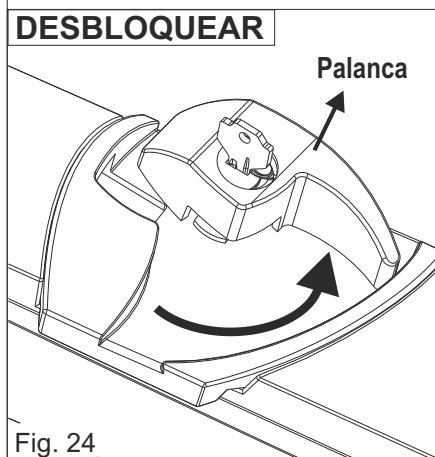

Fig. 24
- 3) Rotar la palanca en sentido antihorario para desbloquear el operador (Fig. 24)